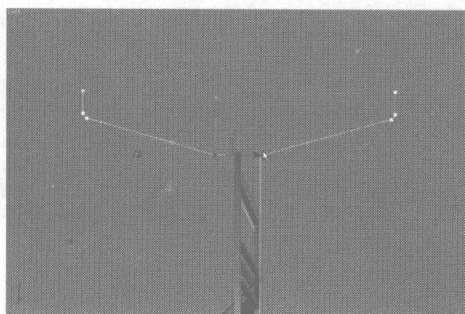
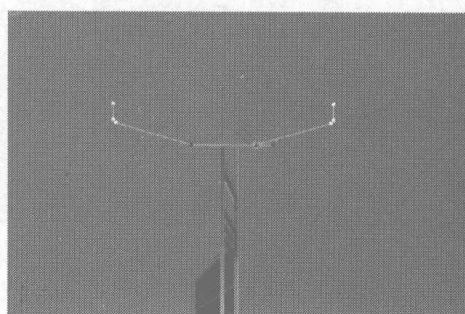

图 7.260
图 7.261
- 25 选择图 7.260 中的两节点，一直按住工具栏中的 按钮，在弹出的下拉列表中选择 选项，然后单击右键，在弹出的快捷菜单中选择 **Corner** 命令，用缩放工具沿着 X 轴扩大两点之间的距离，如图 7.261 所示。